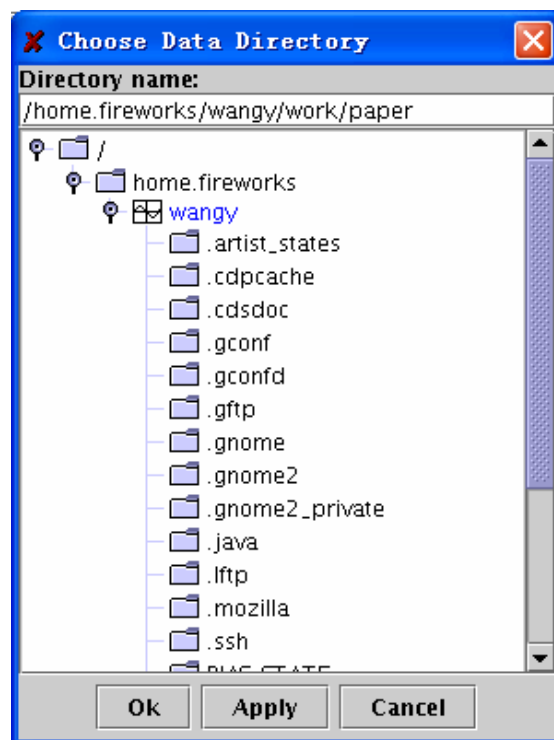

图 4.8 仿真结果的保存路径显示
- 通过选择 File→Open Results 或者快捷键 “” 打开 “Choose Data Directory” 窗口，如图 4.8 所示，从而选择仿真结果保存路径。